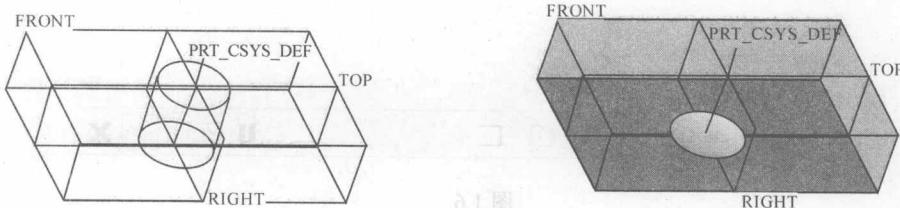

图 1.11
6) 输入拉伸深度为 50, 单击 $\checkmark$ 按钮完成拉伸特征的建立, 结果见图 1.11。